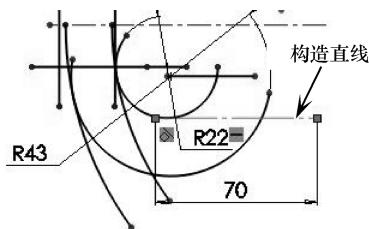

图 2-149 绘制水平构造直线
- 17 使用【直线】工具，绘制一条直线构造线，使之与半径为 22 的圆弧相切，并与水平中心线平行，如图 2-149 所示。